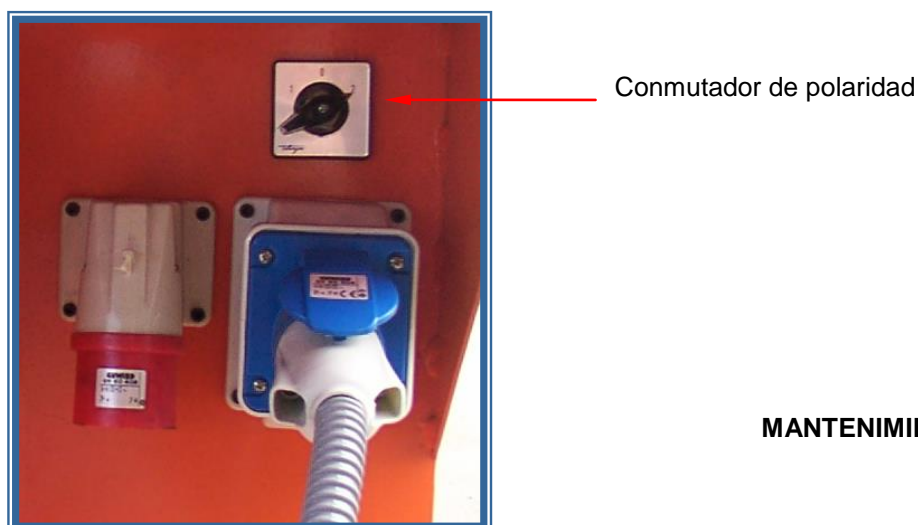

Fig. 5: Conmutador de cambio de polaridad
- Si no se produjera ningún efecto cambiar de posición del interruptor de cambio de polaridad. (**Fig. 5**).